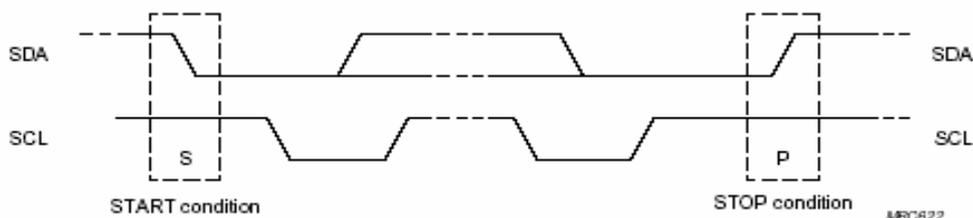

图 2
1) BL55066 与单片机通过 I2C 接口进行通信，根据 I2C 协议规范，数据传输以“S”位为起始条件，以“P”位为结束条件，见图 2。